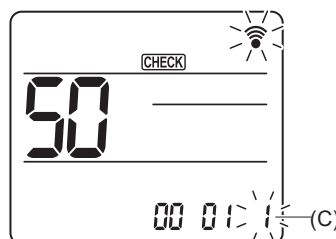

Fig. 6-17
(4) Sélection du numéro de réglage
Utilisez la touche [DOWN] pour changer le numéro de réglage (C). (Fig. 6-17) Pointez la télécommande sans fil vers le récepteur de l'appareil intérieur, puis appuyez sur la touche [SET].
(5) Pour sélectionner plusieurs fonctions à la suite